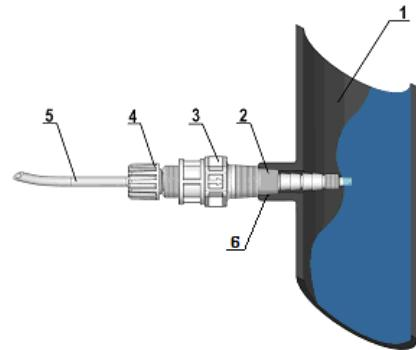

Fig. 7 - Montaggio Raccordo
Sia sul tubo di mandata che su quello di aspirazione evitare curve eccessive al fine di evitare strozzature sul tubo stesso. Applicare sulla condotta dell'impianto da trattare, nel punto più idoneo per effettuare l'iniezione del prodotto da dosare, un raccordo da 3/8" o 1/2" gas femmina. Tale raccordo è escluso dalla fornitura. Avvitare la valvola di iniezione nel "raccordo guarnizione" utilizzando del nastro in PTFE vedi Fig. 7. Collegare il tubetto all'attacco conico della valvola d'iniezione e bloccarlo con l'apposita ghiera (4). La valvola di iniezione è anche valvola di non ritorno.